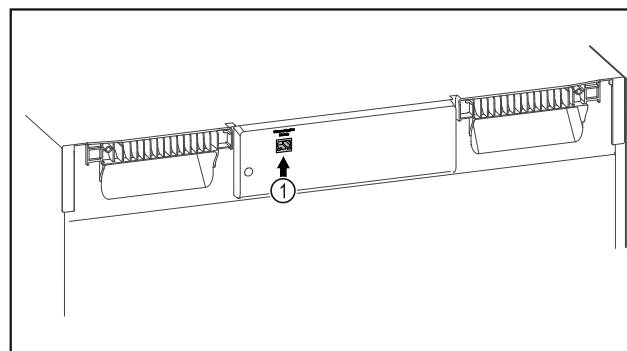

Fig. 85
SmartModule Fig. 85 (1) установлен.